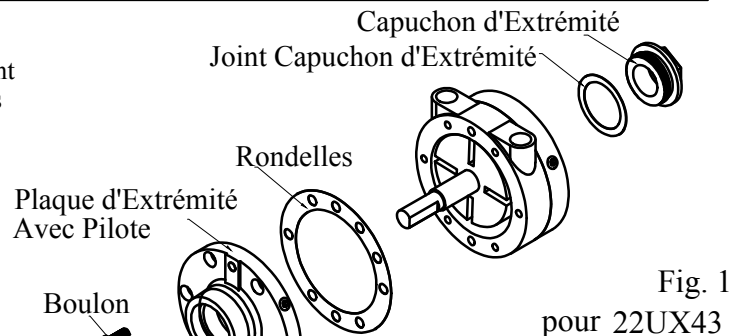
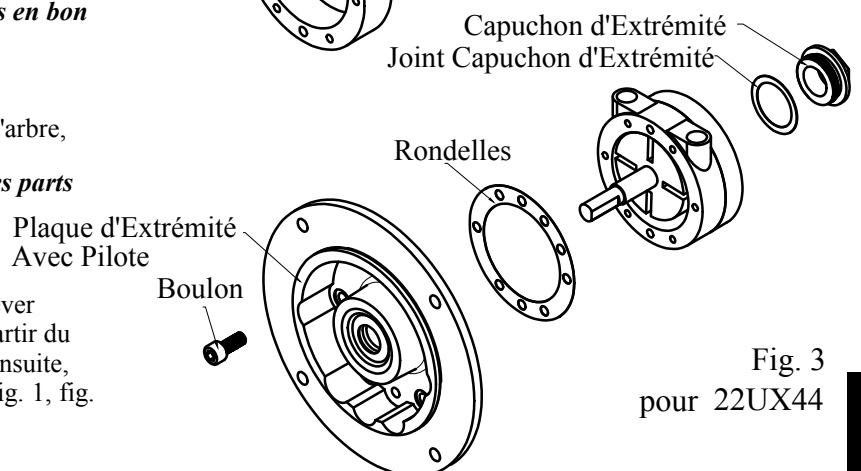

Fig. 1
Fig. 3
- Utilisez la clé de taille appropriée pour enlever soigneusement le capuchon d'extrémité à partir du moteur avec un couple d'environ 25 ft-lb. Ensuite, retirer le joint capuchon d'extrémité. Voir fig. 1, fig. 3, fig. 5.
- Retirez la plaque d'extrémité avec pilote. Voir fig. 1, fig. 3, fig. 5.